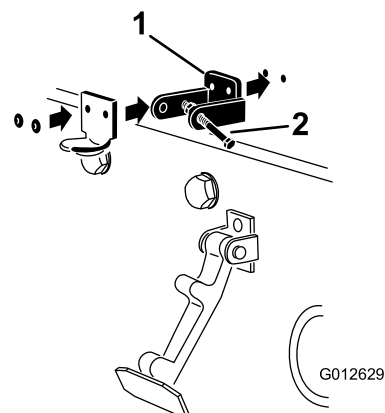

Figura 16
Nota: O suporte do trinco tem de estar contra o capot (Figura 16). Não retire o parafuso e porca do braço do suporte do trinco.
5. Aplique rebites nos suportes e nas anilhas ao capot (Figura 16).